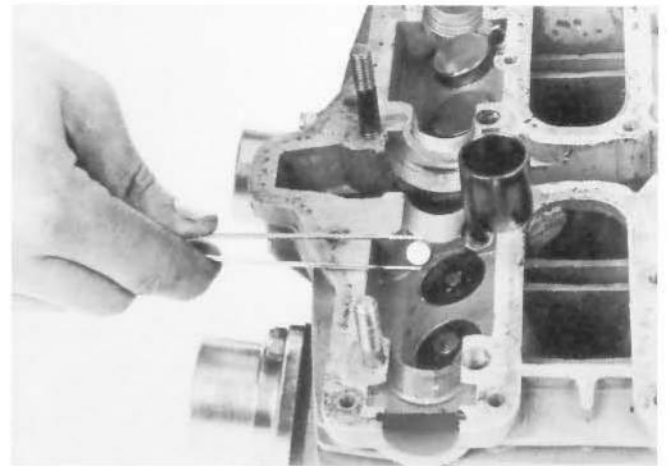

Fig. 41
10) Togliere con una calamita o con delle pinze a becchi i bicchierini e gli scodellini calibrati posti sopra le valvole. Sia i bicchierini che gli scodellini non vanno assolutamente confusi l'uno con l'altro (Fig. 41).